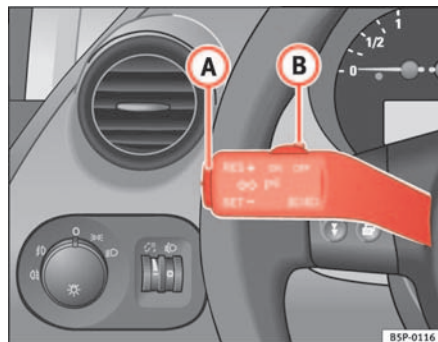

Abb. 140 Blinker- und Fernlichthebel: Schalter und Wippe für die GRA
- Schieben Sie den Schalter **⇒ Abb. 140 (B)** nach links auf **ON**.